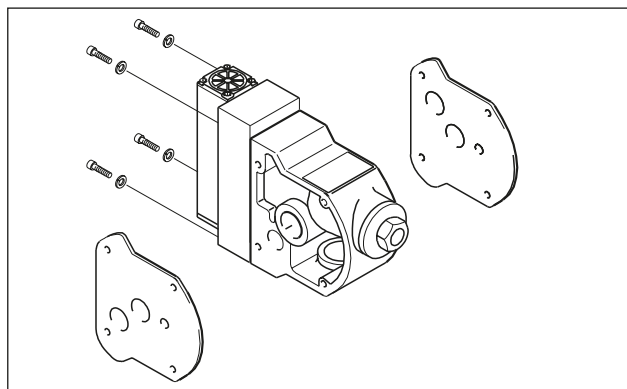

Fig. 20 – Montage du distributeur extérieur
- Défaire les quatre vis de fixation du bloc distributeur. On peut alors extraire le distributeur complet avec commande pilote. L'opération est également possible sans démonter la pompe au préalable ! (Fig. 20).